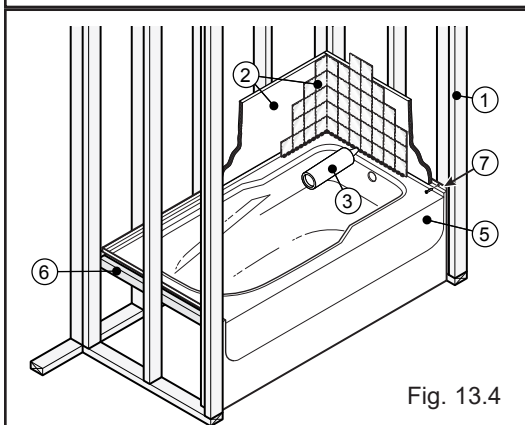

Fig. 13.4
Install wall finish around bathtub. The integrated tiling flange should be overlapped with the wall finish (2). Seal the joint between the bathtub and the wall finish with silicone (3). (Fig. 13.1, Fig. 12.2, Fig. 12.3 and Fig. 13.4)
Descendre le revêtement de finition jusqu'à la baignoire. Recouvrir la bride de carrelage intégrée avec le revêtement de finition (2). Finir le joint entre la baignoire et le revêtement de finition avec un scellant au silicone (3). (Fig. 13.1, Fig. 13.2, Fig. 13.3 et Fig. 13.4)
Ponga el revestimiento de acabado hasta la bañera. Cubra la brida de ensalado integrado con el acabado (2). Cubra la junta entre la bañera y el revestimiento de acabado con silicona selladora (3). (Fig. 13.1, Fig. 13.2, Fig. 13.3 y Fig. 13.4)